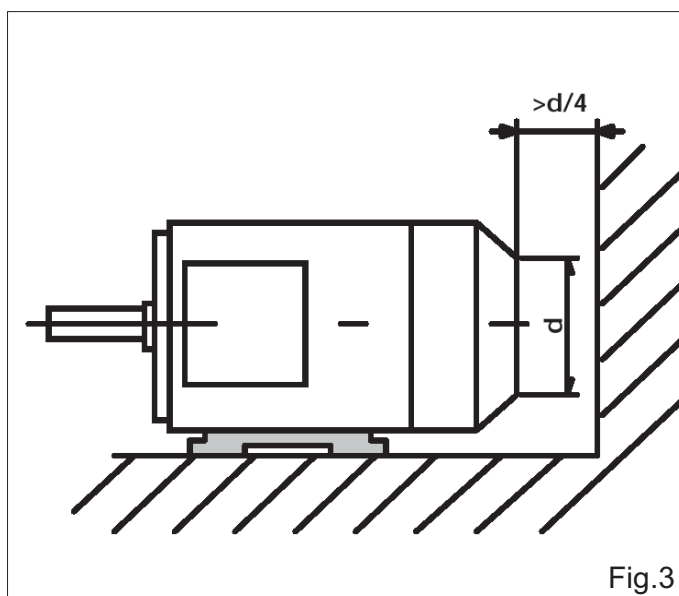

Fig.3
- Dans la situation de fonctionnement final, le ventilateur doit avoir suffisamment d'espace libre tout autour pour assurer une bonne prise d'air (voir Fig. 3).